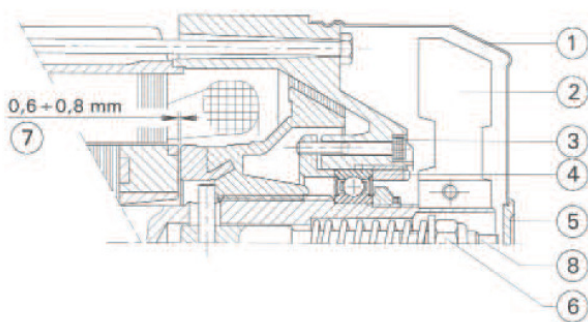

Fig.5
8.3 REGOLAZIONE DEL FRENO MOTORE (Fig. 5)